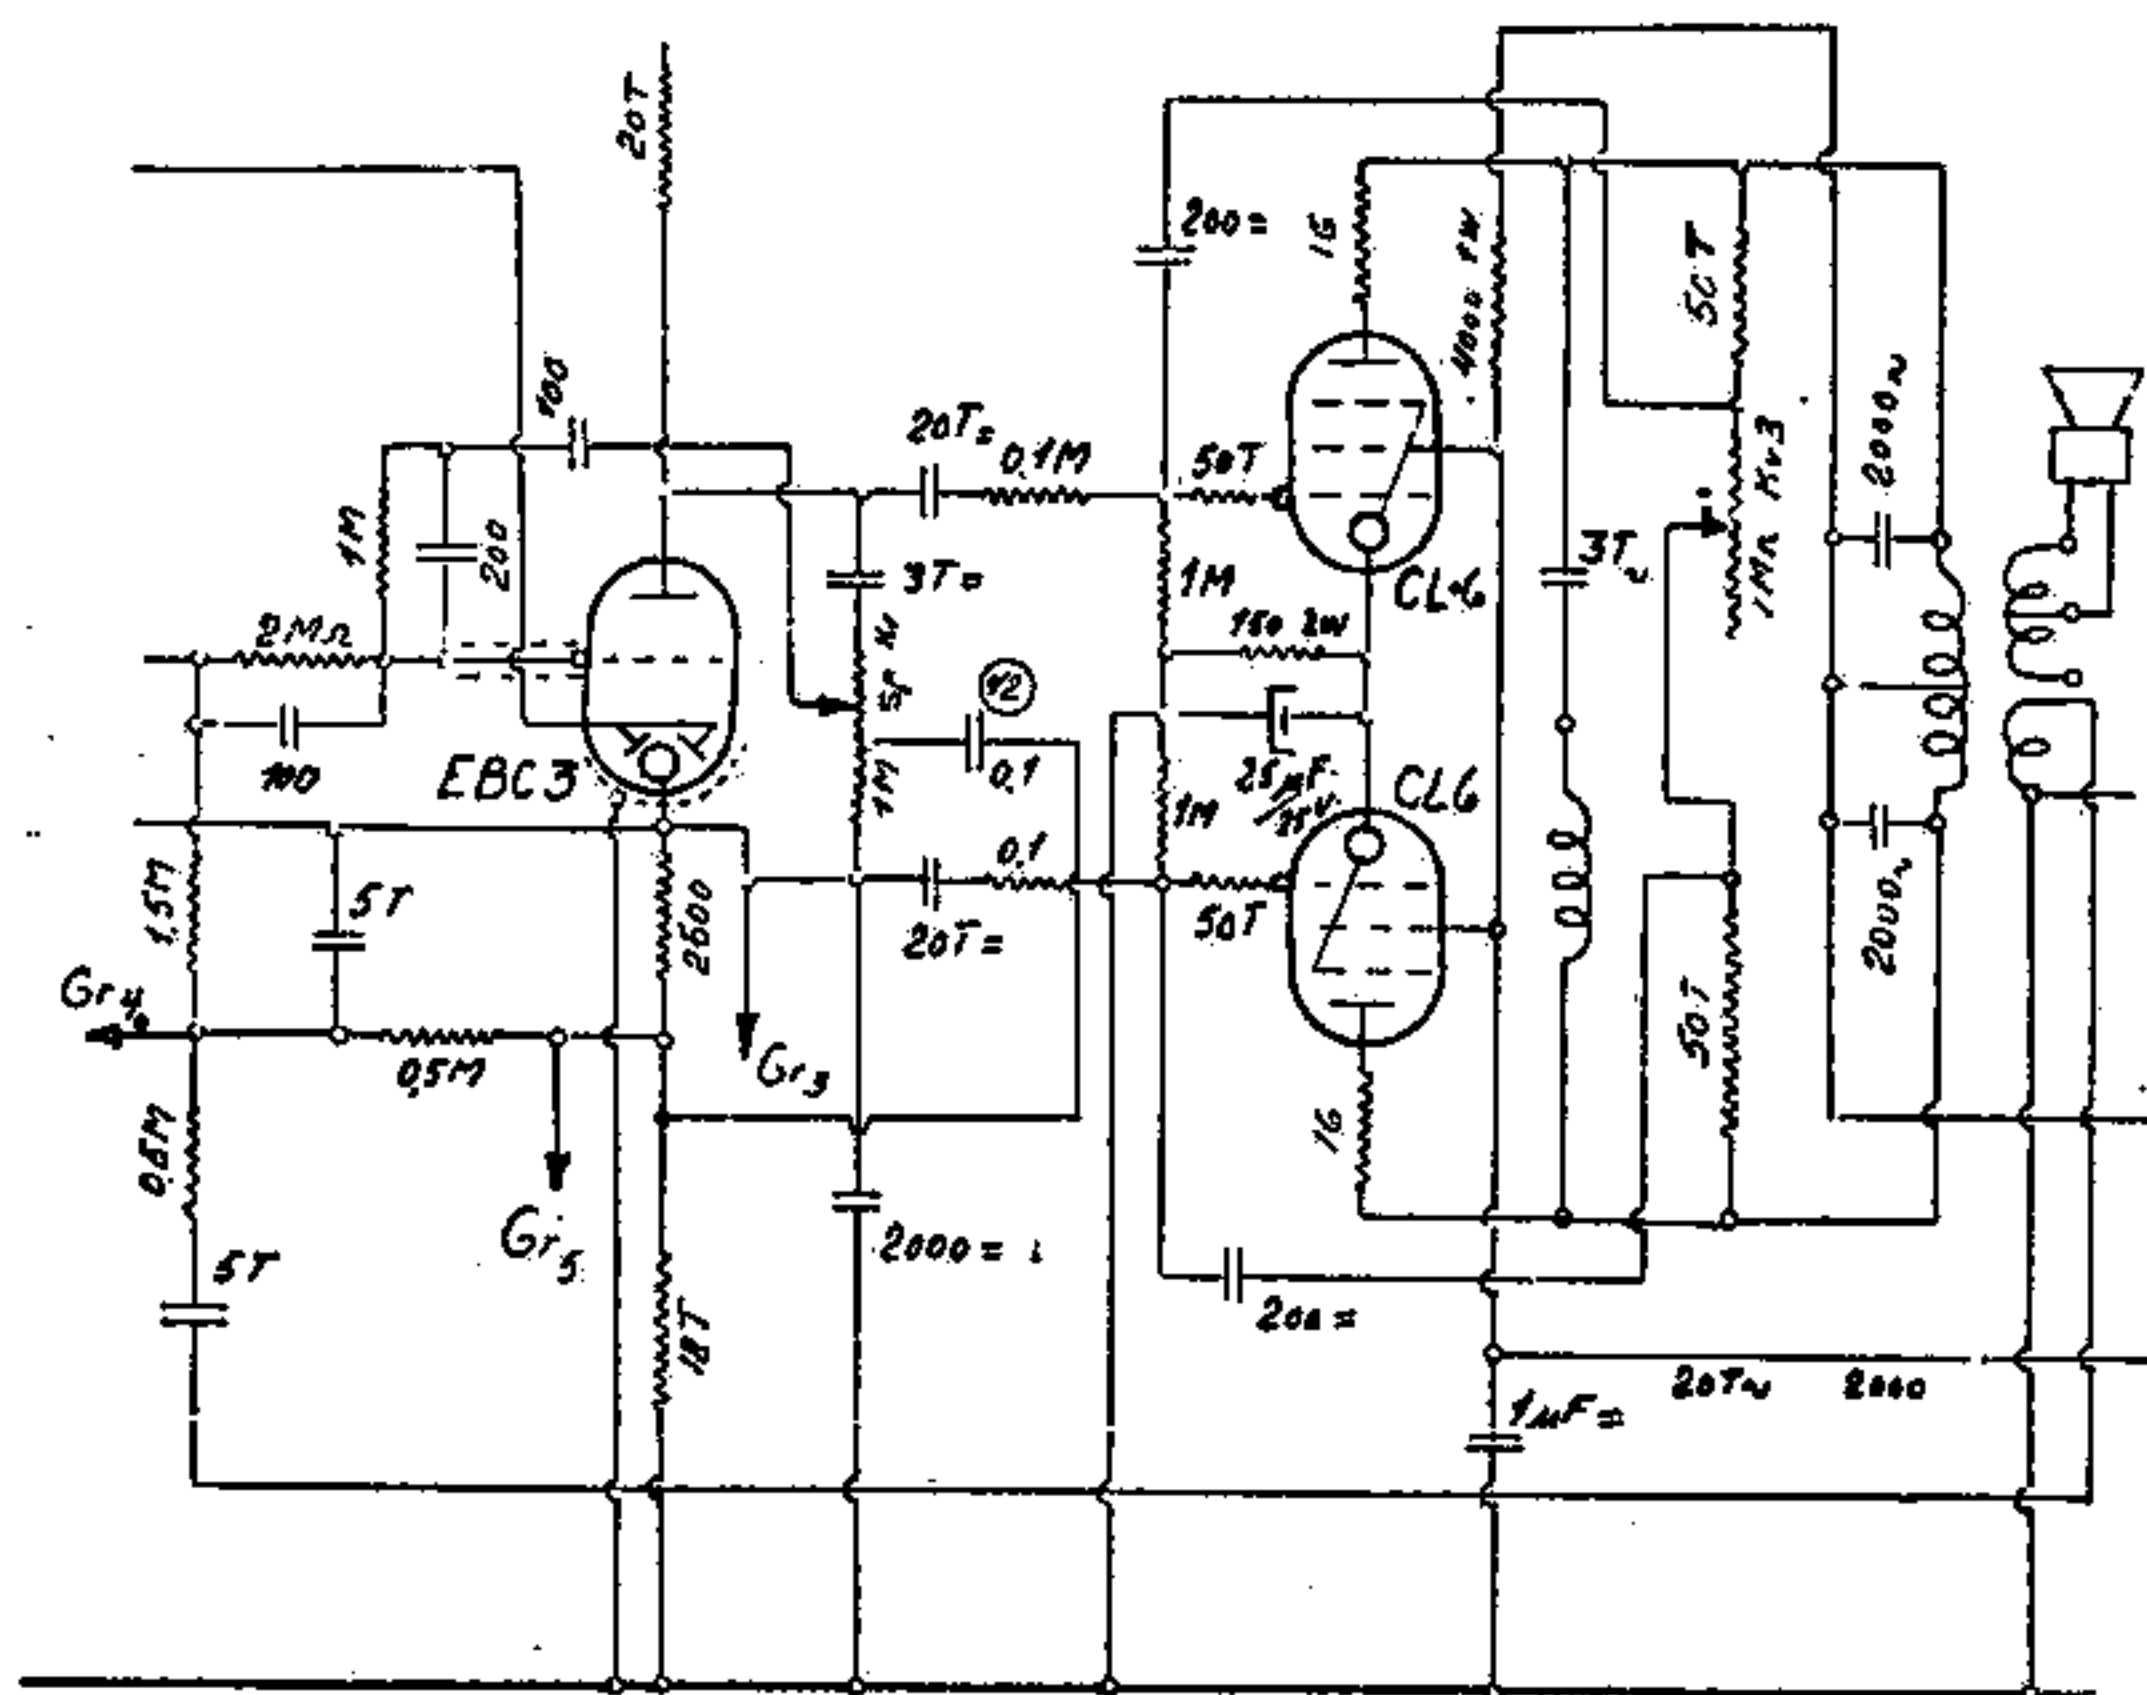

Fig. 11
Fig. 11 for Konsolskabet. — Kondensatoren (42) er ført til Udtaget paa Katodemodstanden i Stedet for til Stel.